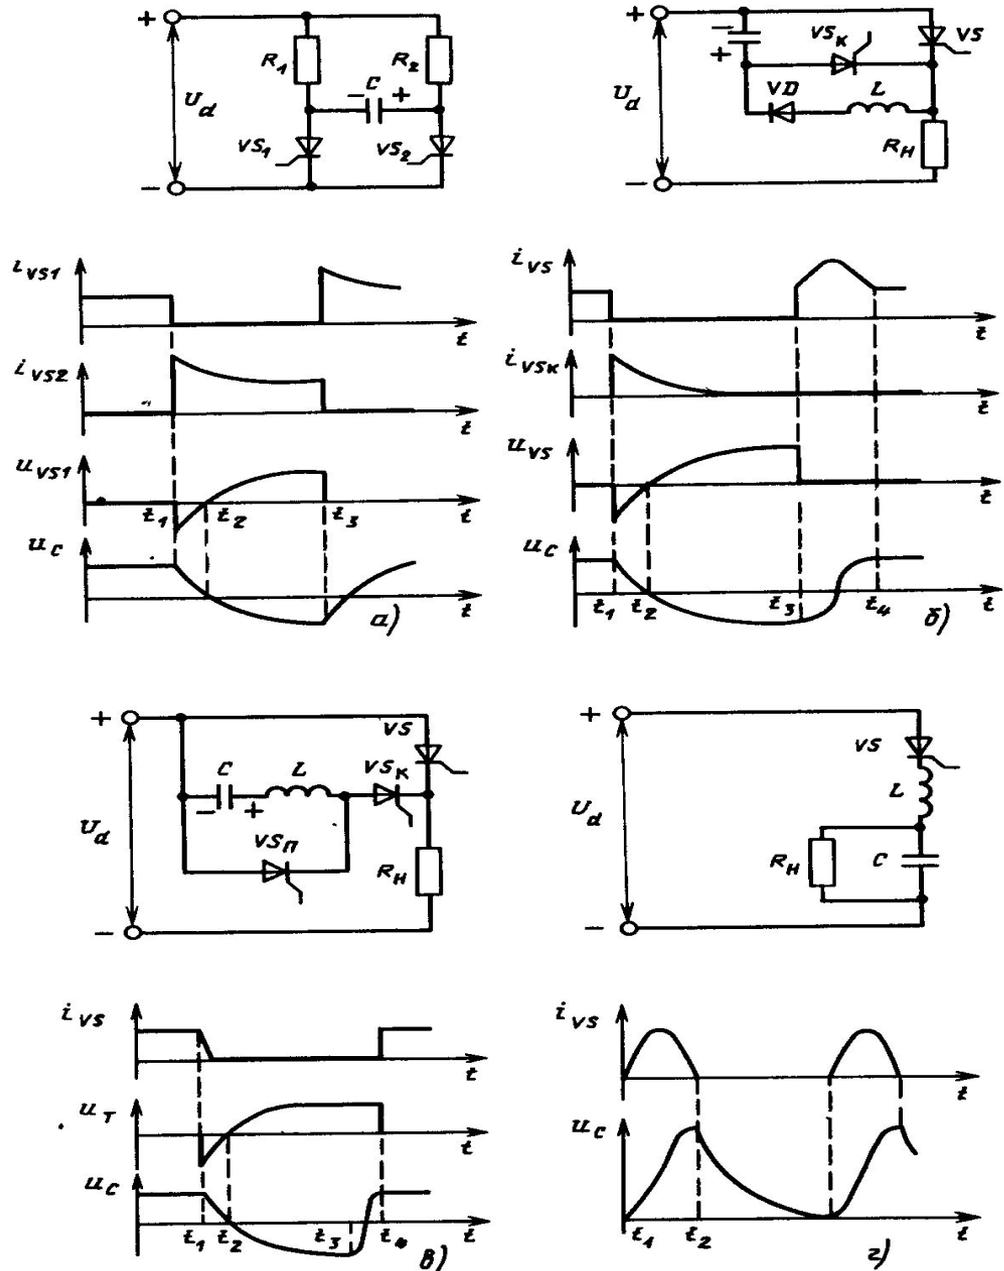

Рис. 2. Схемы искусственной коммутации тиристоров и диаграммы изменения токов и напряжений на их элементах
- 1) Коммутация посредством конденсатора, подключаемого другим тиристором (рис. 2, а). Характерна для схем инверторов тока.**
- 2) Коммутация посредством подключения к основному тиристор**у конденсатора через вспомогательный тиристор (рис. 2, б). Характерна для инверторов напряжения.
- 4) Коммутация за счет резонансного характера сопротивления нагрузки (или сопротивления нагрузки с дополнительно установленными на выходе инвертора реакторами и конденсаторами). Пример схемы с коммутацией по указанному способу приведен на рис. 2, г. Этот способ характерен для резонансных инверторов.**